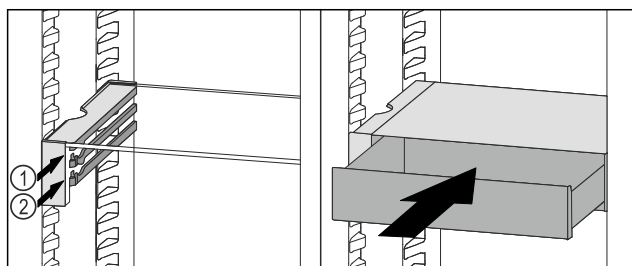

Fig. 44
- ▶ Założyć szufladę VarioSafe za stoperami na wybranych żebrach Fig. 44 (1) lub Fig. 44 (2).